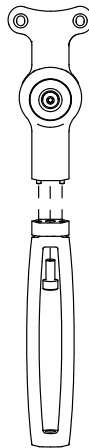

Ilustración 4.
4. Alinee la pata de repuesto con la base utilizando los pasadores de alineación. Consulte la **Ilustración 4**.
5. Enrosque la nueva fijación suministrada (M6 x 14) a través de la parte superior de la pata y dentro de la base mediante una llave Allen de 5 mm, tal y como se muestra en la **Ilustración 4**. Apriete la fijación a un par de **6,0 N·m (53 pulg. -lbf)**.